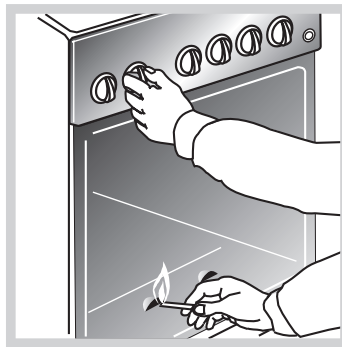

Рис.3
- Чтобы зажечь горелку духовки, откройте дверцу, поднесите зажженную спичку к оу запальника, поверните ручку крана в положение «максимальное пламя» и нажмите до упора (рис. 3).